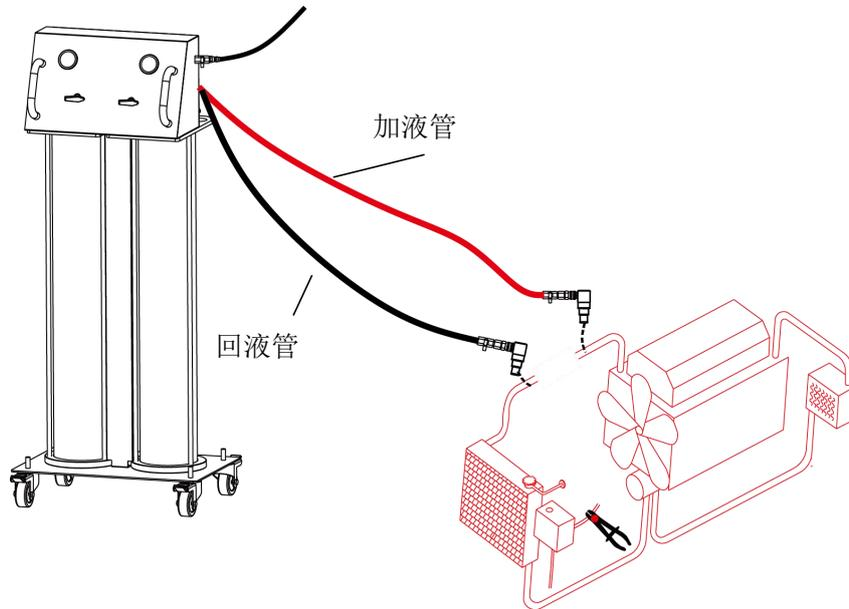

图 10
1. 断开散热器上水管，用与车内上水管口径同规格软管接入散热器一端。找到 2 个对应的梯形接头，分别接入上水管的发动机端和散热器端，用紧固夹固定。设备的加液（红）及回液管（黑）分别接入车内的发动机端和散热器一端（如图 10）；